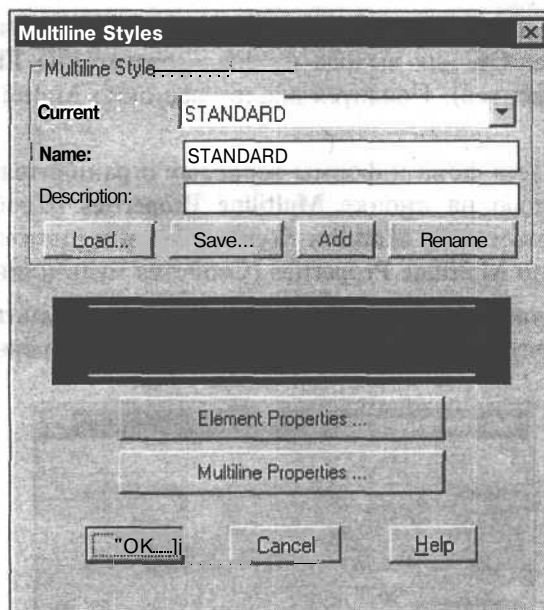

Рис. 13.6. Диалоговое окно установки стилей мультилинии
2. В диалоговом окне **Multiline style** (Стили мультилинии) (рис. 13.6) в полях **Name** (Имя) и **Description** (Пояснение) введите имя создаваемого стиля и пояснение к нему соответственно. С учетом пробелов размер пояснения не должен превышать 255 символов. Если используется уже созданный стиль, его следует выбрать в списке **Current** (Текущий) и щелкнуть мышью на кнопке **OK** для выхода из диалогового окна.